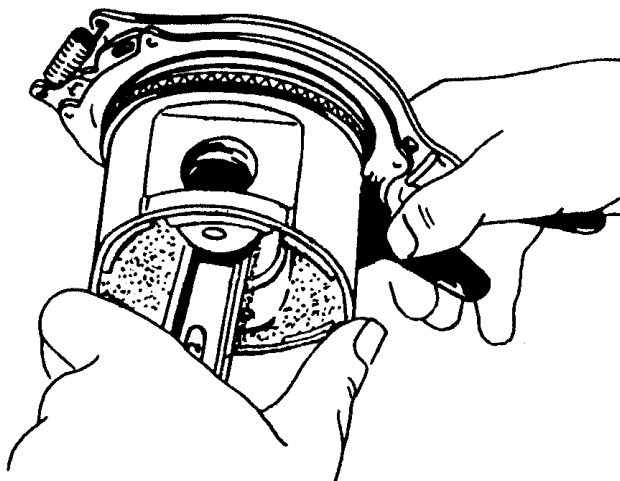

Рис.65. Снятие поршневых колец с поршня приспособлением 5-У-11388
55. Съёмником 5-У-11388 снять поршневые кольца с поршней (рис.65) и разложить их в порядке установки.